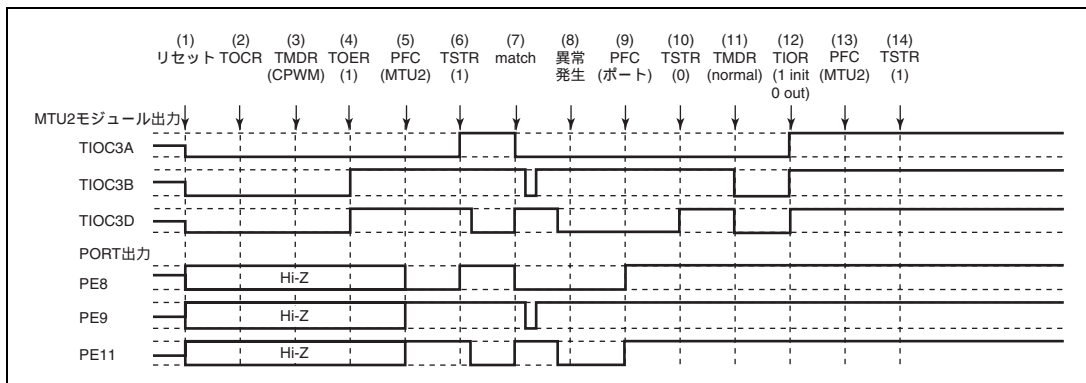

図 12.135 相補 PWM モードで異常が発生し、ノーマルモードで復帰する場合
相補 PWM モードで異常が発生し、再設定後ノーマルモードで再スタートする場合の説明図を図 12.135 に示します。
(1) ~ (10) は図 12.135 と共通です。
(11) PWM モード 1 を設定してください (MTU2 出力はローレベルとなります)。
(12) TIOR で端子を初期化してください (PWM モード 1 では TIOC*B 側は初期化されません)。
(13) PFC で MTU2 出力としてください。
(14) TSTR で再スタートします。
(23) 相補 PWM モードで動作中に異常が発生し、相補 PWM モードで再スタートする場合の動作
- (1) ~ (10) は図 12.135 と共通です。
- (11) PFC で MTU2 出力としてください。
- (12) TSTR で再スタートします。
- (13) コンペアマッチの発生により相補 PWM 波形を出力します。
(24) 相補 PWM モードで動作中に異常が発生し、相補 PWM モードで新たに再スタートする場合の動作
- (11) ノーマルモードを設定し新しい設定値を設定してください (MTU2 出力はローレベルとなります)。
- (12) TOER でチャンネル 3、4 の出力を禁止してください。
- (13) TOCR で相補 PWM モードの出力レベルと周期出力の許可禁止を選択してください。
- (14) 相補 PWM を設定します。
- (15) TOER でチャンネル 3、4 の出力を許可してください。
- (16) PFC で MTU2 出力としてください。
- (17) TSTR で再スタートします。
(25) 相補 PWM モードで動作中に異常が発生し、リセット同期 PWM モードで再スタートする場合の動作
- (11) ノーマルモードを設定してください (MTU2 出力はローレベルとなります)。
- (13) TOCR でリセット同期 PWM モードの出力レベルと周期出力の許可禁止を選択してください。
- (14) リセット同期 PWM を設定します。
(26) リセット同期 PWM モードで動作中に異常が発生し、ノーマルモードで再スタートする場合の動作